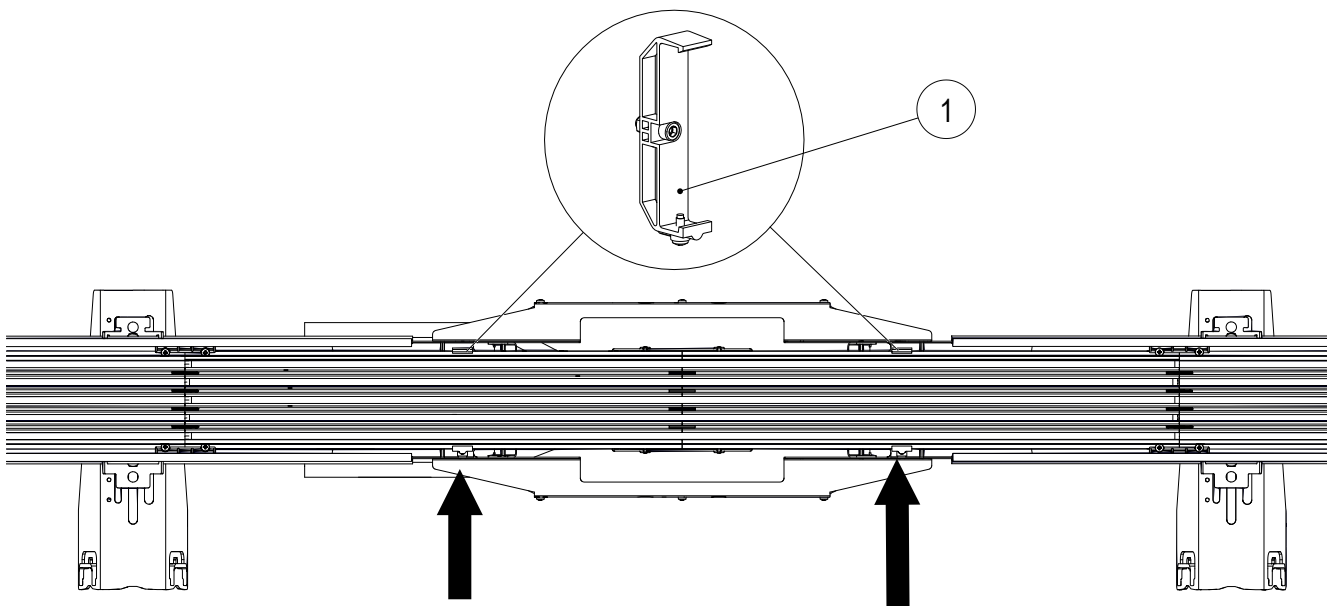

Abb. 74: Position des Fixpunktes
2. Mit einem Kreuzschlitzschraubenzieher die Linsenblechschraube (C) anziehen, sodass der Schraubenkopf an der Querbohrung des Fixpunktes aufliegt (siehe Abb. 74).